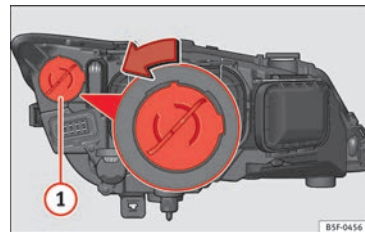

Fig. 207 Ampoule des feux de jour.
- Tournez le support d'ampoule » fig. 207 ① vers la gauche puis tirez.